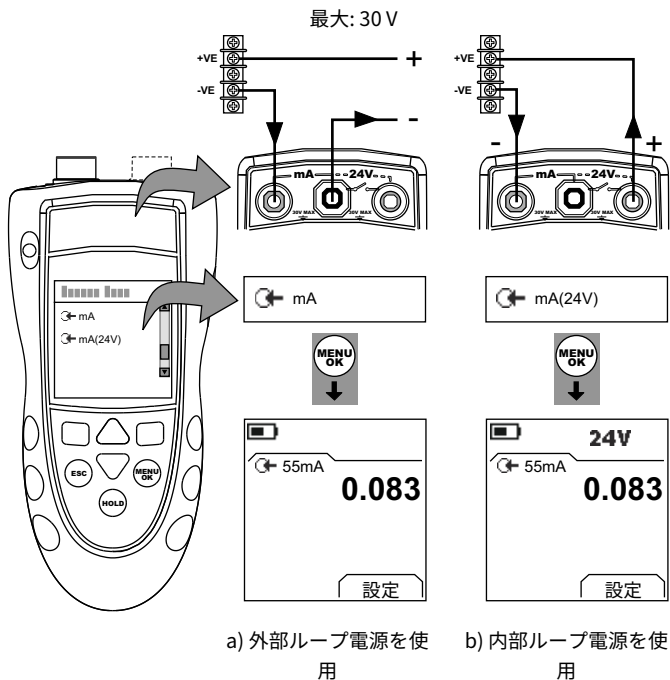

図 7: 構成例 - mA 測定
1. 本計器を接続し (図 7)、必要に応じてセットアップ (表 1) を調整します。
1. DPI 802/802P 使用時。計器を校正装置に接続します (図 7)。